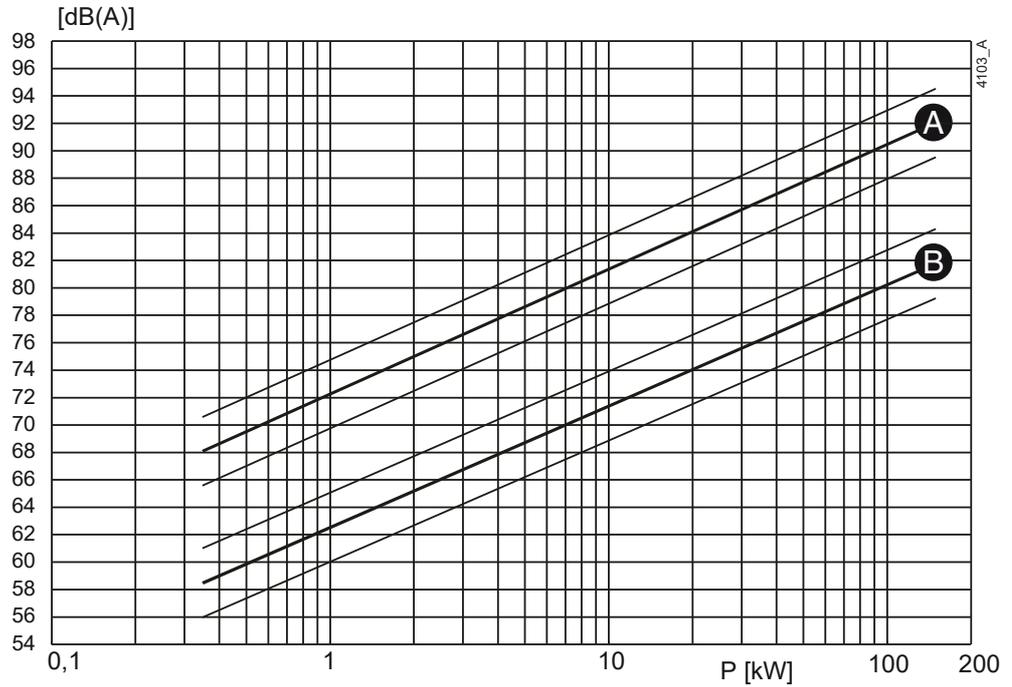
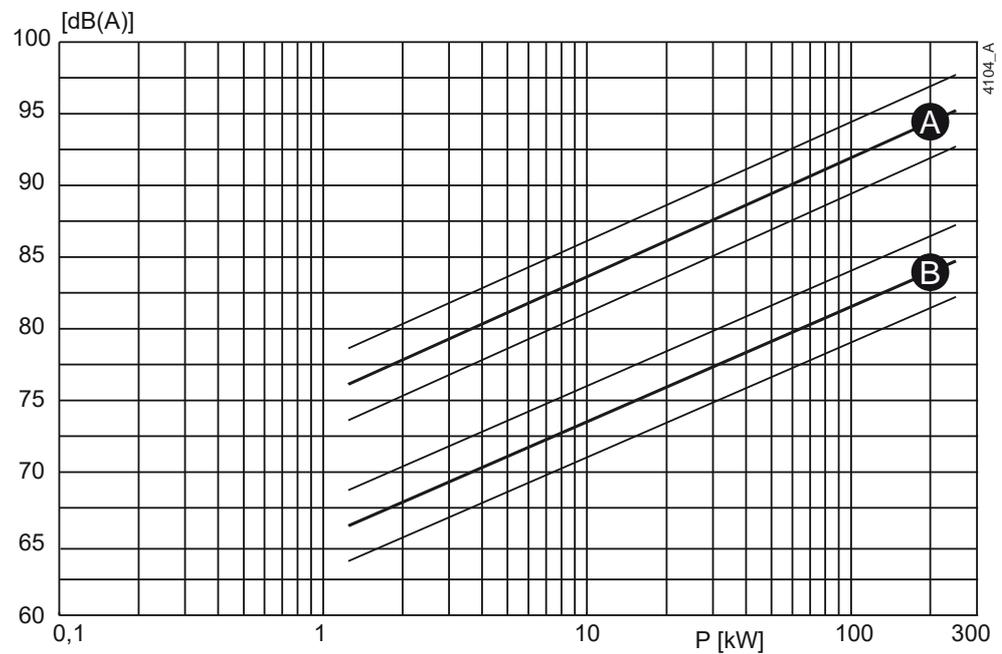

Figura 60: Livello di rumorosità in funzione della potenza [kW] a 1450 min^{-1} .
Figura 61: Livello di rumorosità in funzione della potenza [kW] a 2900 min^{-1} .
- 1 Determinare il livello di rumorosità (L_1) della pompa. Vedere Figura 60 o Figura 61.